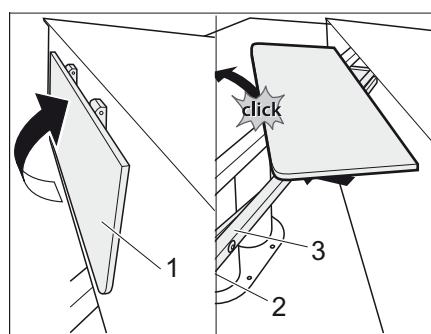

Bild 118 Sätt upp stödkanten
- Lås upp stödkanten (Bild 118,1) och sväng upp den tills den hakar fast på plats.